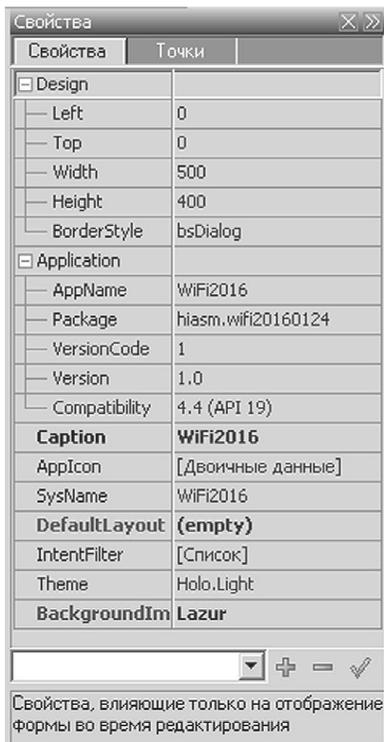

Рис.46
3) Выделить в схеме крайний слева квадрат главной активности «MainActivity». В его свойствах установить: «Application—AppName—WiFi2016», «Application—Package—hiasm.20160124», «Caption—WiFi2016» (рис. 46).